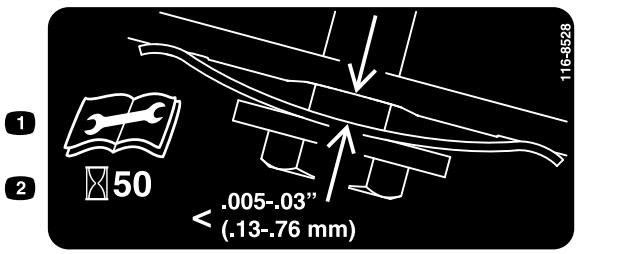

Figure 33
3. Placez une jauge d'épaisseur réglée entre 0,13 et 0,76 mm contre la paroi, et faites-la glisser vers le bas derrière le ressort de tension de la courroie ; voir Figure 33.